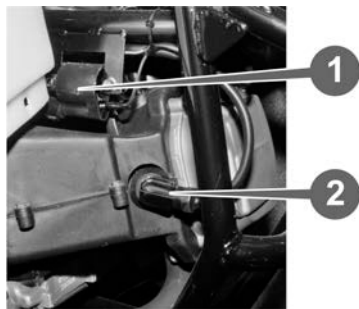

Рисунок 5.5.
Свеча зажигания расположена на правой стороне головки цилиндра двигателя (см. рис. 5.5.). Снимите колпачок (2) свечи зажигания, и очистите грязь вокруг свечи зажигания. Снимите свечу зажигания с помощью свечного ключа, входящего в комплект поставки, проверьте состояние свечи зажигания.